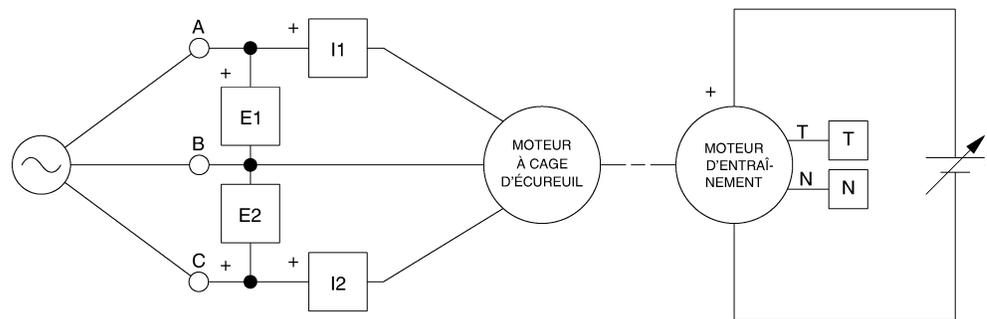

Figure 4-16. Circuit utilisé pour démontrer le fonctionnement en génératrice asynchrone.
11. Modifiez les raccords de façon à ce que l'équipement soit raccordé comme à la figure 4-16. Ne raccordez pas les lignes A, B et C de la source de tension triphasée au circuit.
12. Raccordez les lignes A, B et C de la source de tension triphasée au circuit, comme à la figure 4-16.
Débranchez la source de tension triphasée des points A, B et C du circuit de la figure 4-16.
Vous pouvez obtenir la caractéristique de la vitesse en fonction du couple d'un moteur à cage d'écureuil fonctionnant en moteur et en génératrice. Pour ce faire, il suffit de mettre les sélecteurs MODE et AFFICHAGE du module Moteur d'entraînement / Dynamomètre aux positions MOTEUR et VITESSE, respectivement. Ouvrez le fichier de configuration ACMOTOR1.CFG et sélectionnez l'agencement des appareils de mesure. Assurez-vous que l'interrupteur principal du Bloc d'alimentation est à la position O (arrêt) et consultez les manipulations 11 à 13 de cette expérience pour monter le circuit illustré à la figure 4-16. Assurez-vous que la fonction de correction du couple de l'appareil de mesure T est activée. Effacez (s'il y en a) les données enregistrées dans le Tableau de données. Sur le module Moteur d'entraînement / Dynamomètre, réglez le sélecteur MODE à la position MOTEUR, puis tournez le bouton de commande de la tension du Bloc d'alimentation vers la droite, jusqu'à ce que l'appareil de mesure T indique  $-2,7 \text{ N}\cdot\text{m}$  ( $-24,0 \text{ lbf}\cdot\text{po}$ ). La vitesse de la machine devrait être supérieure à la vitesse synchrone lorsque le couple est de  $-2,7 \text{ N}\cdot\text{m}$  ( $-24,0 \text{ lbf}\cdot\text{po}$ ). Réglez le bouton de commande de la tension de façon à ce que le couple indiqué sur l'appareil de mesure T passe de  $-2,7 \text{ N}\cdot\text{m}$  ( $-24,0 \text{ lbf}\cdot\text{po}$ ) à  $0,0 \text{ N}\cdot\text{m}$  ( $0,0 \text{ lbf}\cdot\text{po}$ ), par pas de  $0,3 \text{ N}\cdot\text{m}$  ( $3,0 \text{ lbf}\cdot\text{po}$ ). Pour chaque couple réglé, notez la donnée dans le Tableau de données.